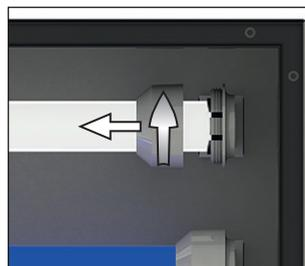

Fig. 35 Afloje los elementos roscados
6. Afloje los elementos roscados de la caja de los tubos fluorescentes que deban cambiarse (Fig. 35).